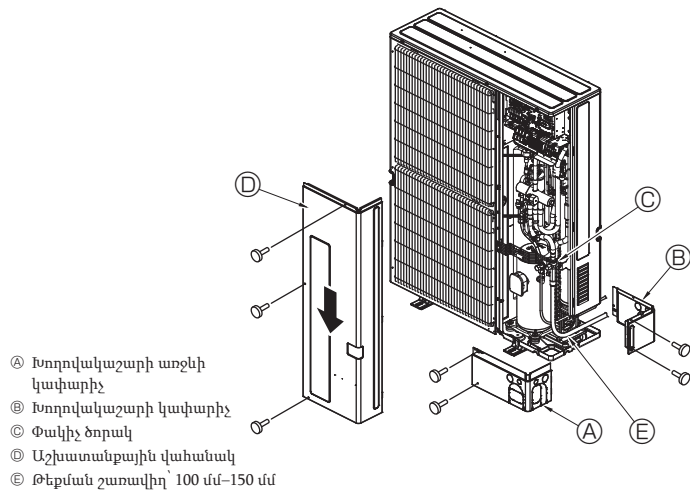

Fig. 4-10
4.3. Սառնագենտի խողովակների անցկացում (Fig. 4-10)